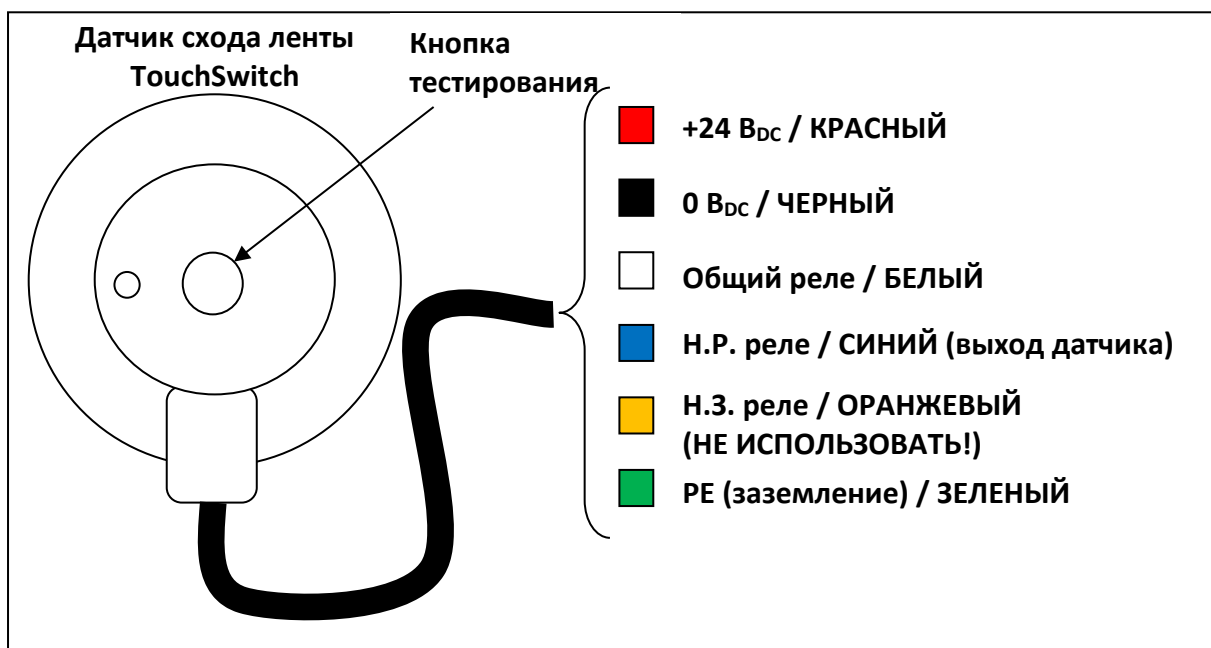

Рисунок 7 – Электрические подключения датчика TouchSwitch™
- 2) Медленно поверните проверочный контроллер (см. Рисунок 7) рукой по часовой стрелке, пока этот светодиод не погаснет